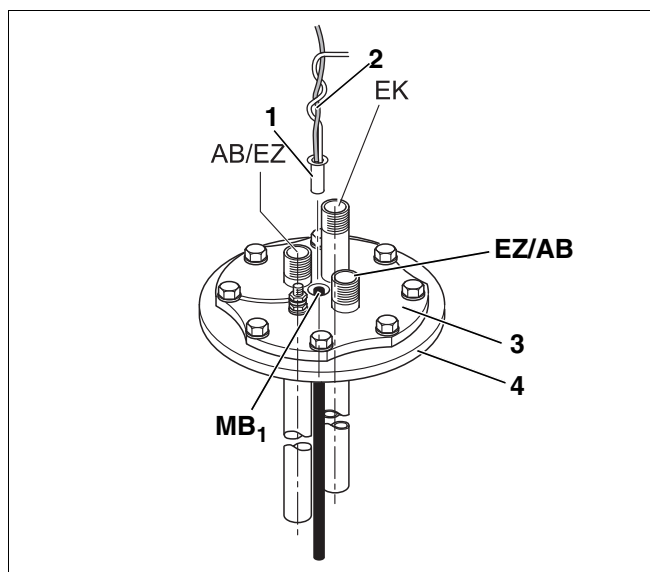

Рис.7 Точка измерения MB1 (погружная гильза дозагрузки от котла)
Установка датчика горячей воды (рис. 7):
- ▶ Вставьте датчик (рис. 7, [1]) с направляющей проволокой (рис. 7, [2]) до упора. Направляющая проволока находится в точке измерения MB1.